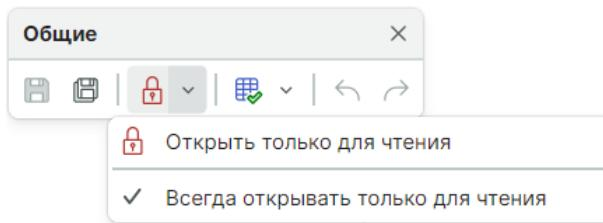

Рис. 73 Переход в режим «Только для чтения»
- При явном указании режима «Только для чтения» с помощью команд «Открыть только для чтения» или «Всегда открывать только для чтения» панели «Общие», см. Рис. 73.